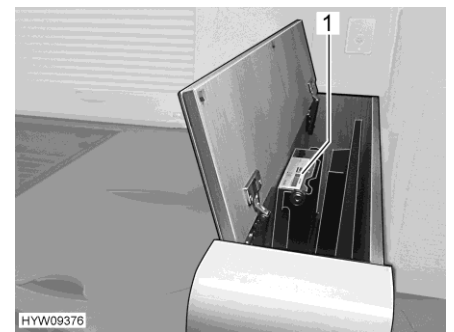

Bild 92 Flachbildschirm (versenkt)
- Manuell versenkbarer Flachbildschirm: Hubmechanismus (Bild 92,1) leicht nach unten drücken, um die Feder zu entlasten. Der Flachbildschirm fährt selbstständig nach oben.